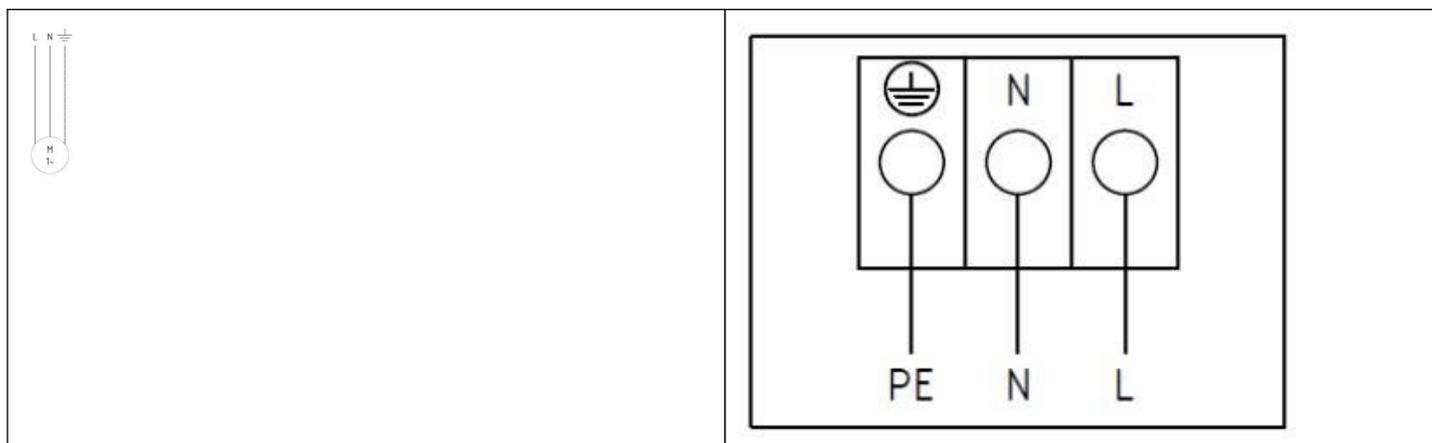

Рис. 9. Схемы электрических соединений.
4.5.2. Схемы электрических соединений Схемы электрических соединений представлены на Рис. 9.